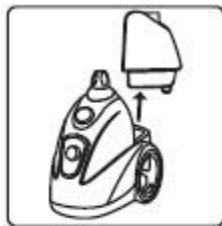

Abb. 3
1. Achten Sie darauf, dass das Gerät von der Stromversorgung getrennt ist. Stellen Sie die Basis auf den Boden, nehmen Sie den Wasserbehälter heraus. (Abb. 3)